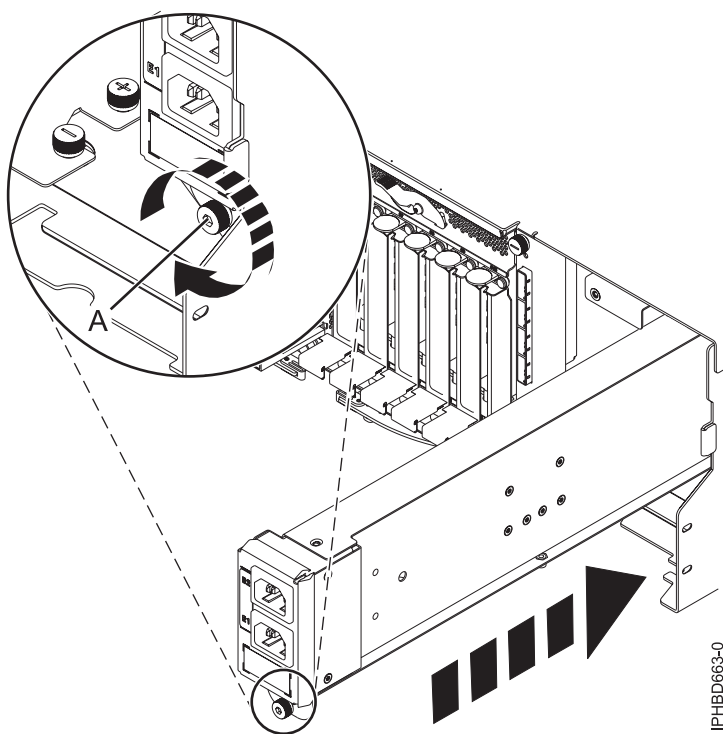

Figure 30. Remplacement d'un répartiteur de puissance en entrée
5. Insérez le répartiteur de puissance en entrée dans l'unité d'extension jusqu'à ce qu'il s'enclenche dans son logement, puis vissez la vis moletée (A) pour assurer la fixation du bloc comme illustré à la figure 30.